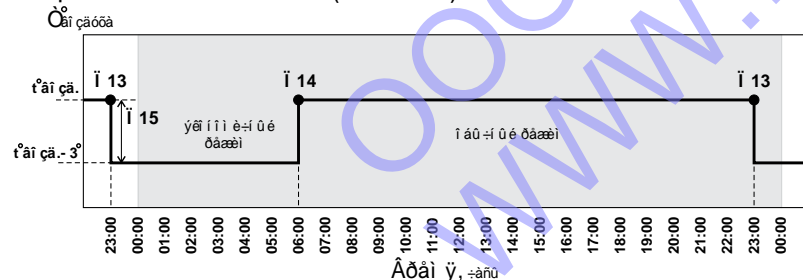

Рис.6 График температуры воздуха в помещении для Режим 2.
**Режим 2 (выходной день)** – режим состоит из одного запрограммированного интервала, который повторяется каждые сутки. В этом интервале температура воздуха в помещении понижается на три градуса и электроводонагреватель работает в экономичном режиме. На заводе-изготовителе запрограммирован интервал, который показан на графике температуры воздуха в помещении при работе термостата в Режиме 2 (см.Рис.6).